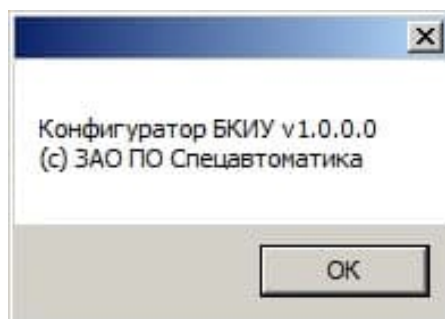

Рисунок 10 – Окно «О программе Конфигуратор БКиУ»
8.6 В меню «**Справка**», при нажатии на «**О программе Конфигуратор БКиУ**», откроется окно с информацией (рисунок 10).